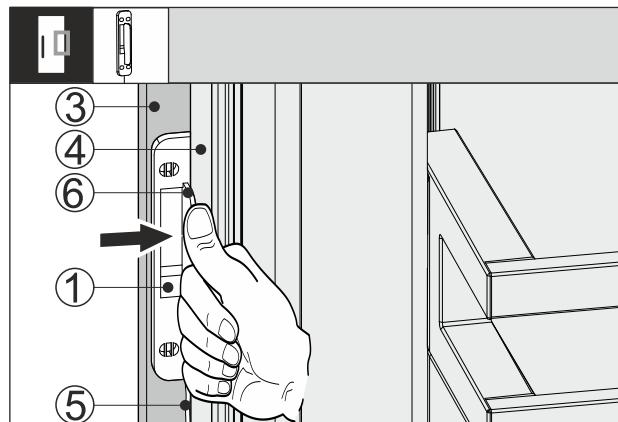

Fig. 66
- Просуньте датчик постукування Fig. 66 (1) між фасадом меблів Fig. 66 (3) і дверима пристрою Fig. 66 (4) так, щоб кабель Fig. 66 (5) був трохи натягнутий. Упор Fig. 66 (6) датчика постукування прилягає до дверей пристрою Fig. 66 (4).
- Притисніть датчик постукування Fig. 66 (1) до фасаду меблів Fig. 66 (3).
- Датчик постукування Fig. 66 (1) приклеєно. Приклейовання датчика постукування оптимізує передачу сигналу постукування.
- Постійна фіксація датчика постукування Fig. 66 (1) збільшує термін служби.
- Прикрутіть датчик постукування Fig. 66 (1) до фасаду меблів Fig. 66 (3) за допомогою гвинтів, що входять до комплекту постачання.